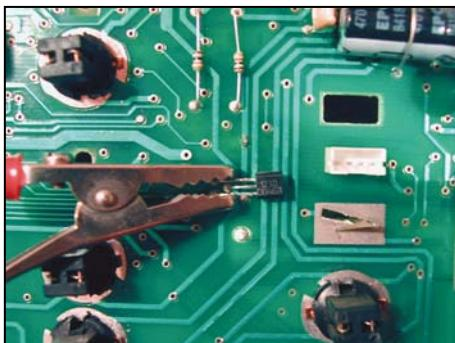

Рисунок 9. Установка зажима
- 3 Подходящим зажимом (например, типа "крокодил") замкните крайние выводы трёхногой микросхемы (рисунок 9). При установке зажима следите чтобы не были замкнуты близлежащие дорожки.